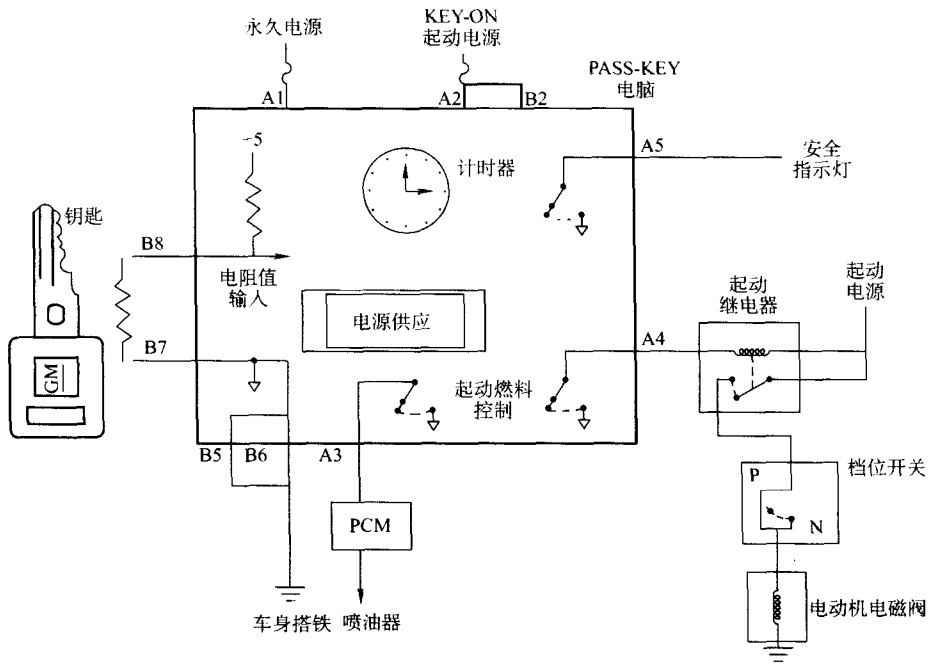

图 1-4 防盗系统示意图
(1) 测量开门锁钥匙的电阻。测量开门锁钥匙的电阻, 如果电阻值不对, 即使钥匙的齿形复制得完全正确, 防盗系统也将发出警报, 如图 1-4 所示。